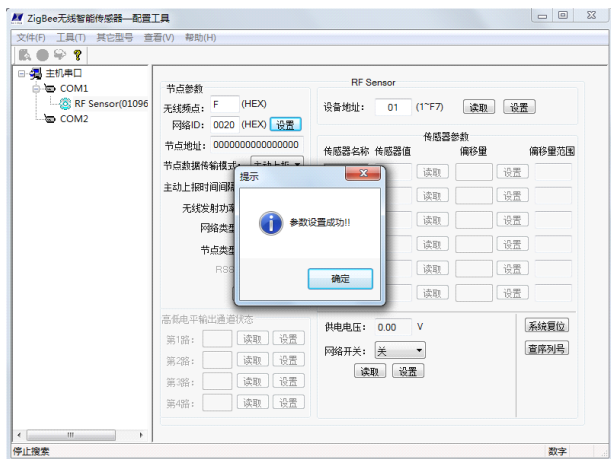

图 6-5
以上两个参数设置完成后请单击网络 ID 后面的“设置”按钮，返回提示对话框，如图 6-5 所示，参数设置成功!!，单击“确定”按钮
参数设置完成后请单击 RSSI 参数下边的“设置”按钮，返回提示对话框，如图 6-5 所示，参数设置成功!!，单击“确定”按钮，可通过单击“读取”按钮来读出以上四个参数。
- E、设备地址：1~F7 可设，可通过设备地址来区分数据来源于节点地址功能类似。设置完成后单击后面的“设置”按钮，返回提示对话框，如图 6-5 所示，参数设置成功!!，单击“确定”按钮；